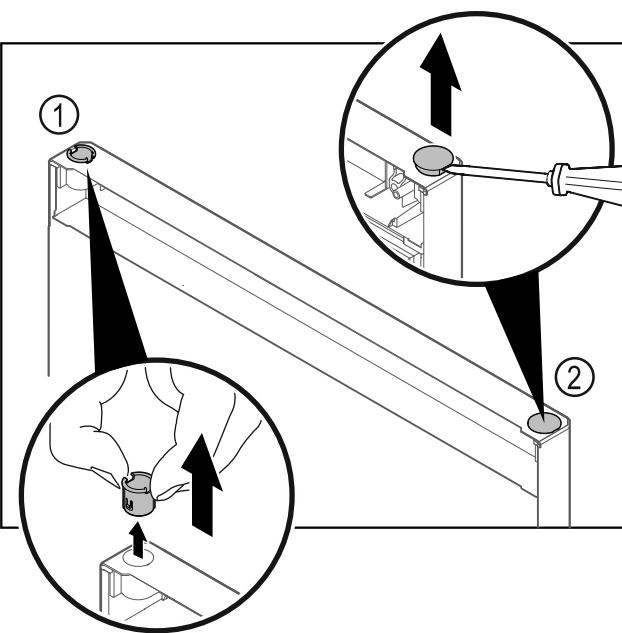

Fig. 24
► Vytiahnite puzdro závesu Fig. 24 (1) prstami.
► Plochým skrutkovačom opatrne nadvihnite kryciu zátku Fig. 24 (2) a vytiahnite ju.